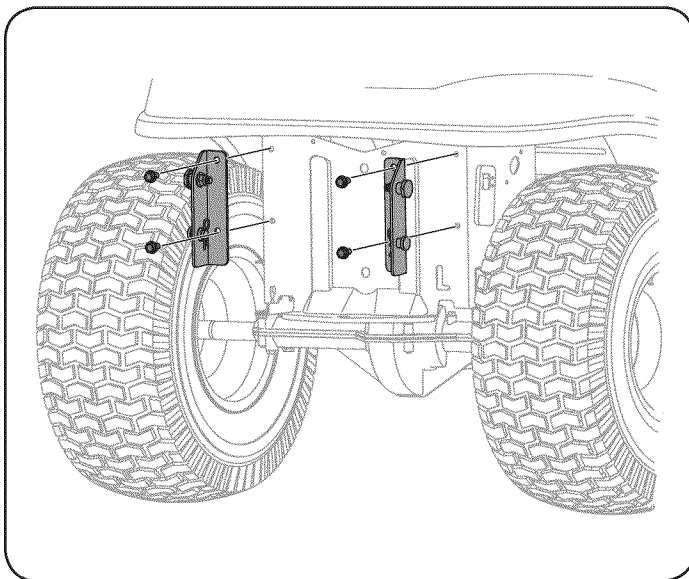

Figure 2
3. Saque y descarte los dos tornillos del chasis inferior como se muestra en la Figure 2.